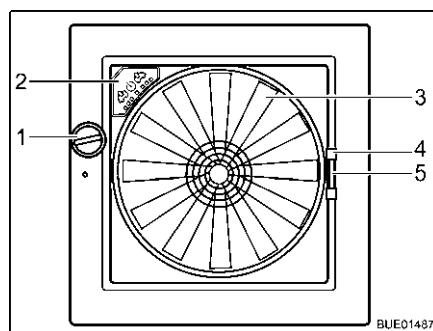

Bild 92 Dachhaube Omni-Vent
*Öffnen:* ■ Drehknopf (Bild 92,1) drehen, bis der gewünschte Öffnungswinkel erreicht ist.
*Schließen:* ■ Drehknopf (Bild 92,1) drehen, bis Dachhaube vollständig geschlossen ist.
*Schließen:* ■ Insektenschutz am Griff (Bild 92,4) zur gegenüberliegenden Rahmenseite ziehen.
*Schließen:* ■ Griff (Bild 92,5) der Verdunklung zusammendrücken.
**Ventilator** Wenn die Dachhaube geöffnet ist, kann der Innenraum mit dem 6-stufigen Ventilator (Bild 92,3) und entlüftet werden. Der Ventilator wird am Bedienfeld (Bild 92,2) bedient.